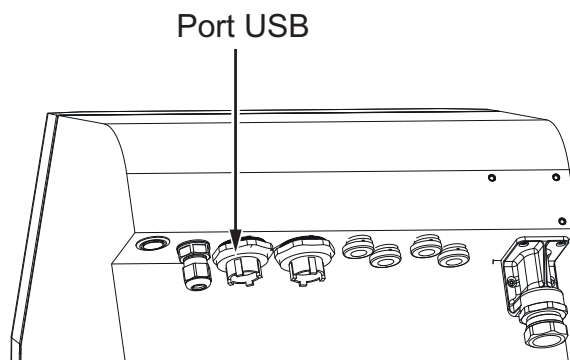

Figure 4-12 : Emplacement de la prise USB
1. Repérez le port USB à l'arrière de l'imprimante (voir Figure 4-12) et insérez la clé USB.